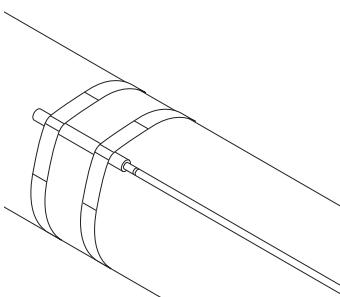

Abbildung 7: Montage des Temperaturfühlers am Rohr
- Temperaturfühler sind auf der Oberseite der Rohrleitung zu positionieren. (Abbildung 7)
- Die richtige Position ist durch zwei Glasseide-Klebebänder zu fixieren. (Abbildung 7)